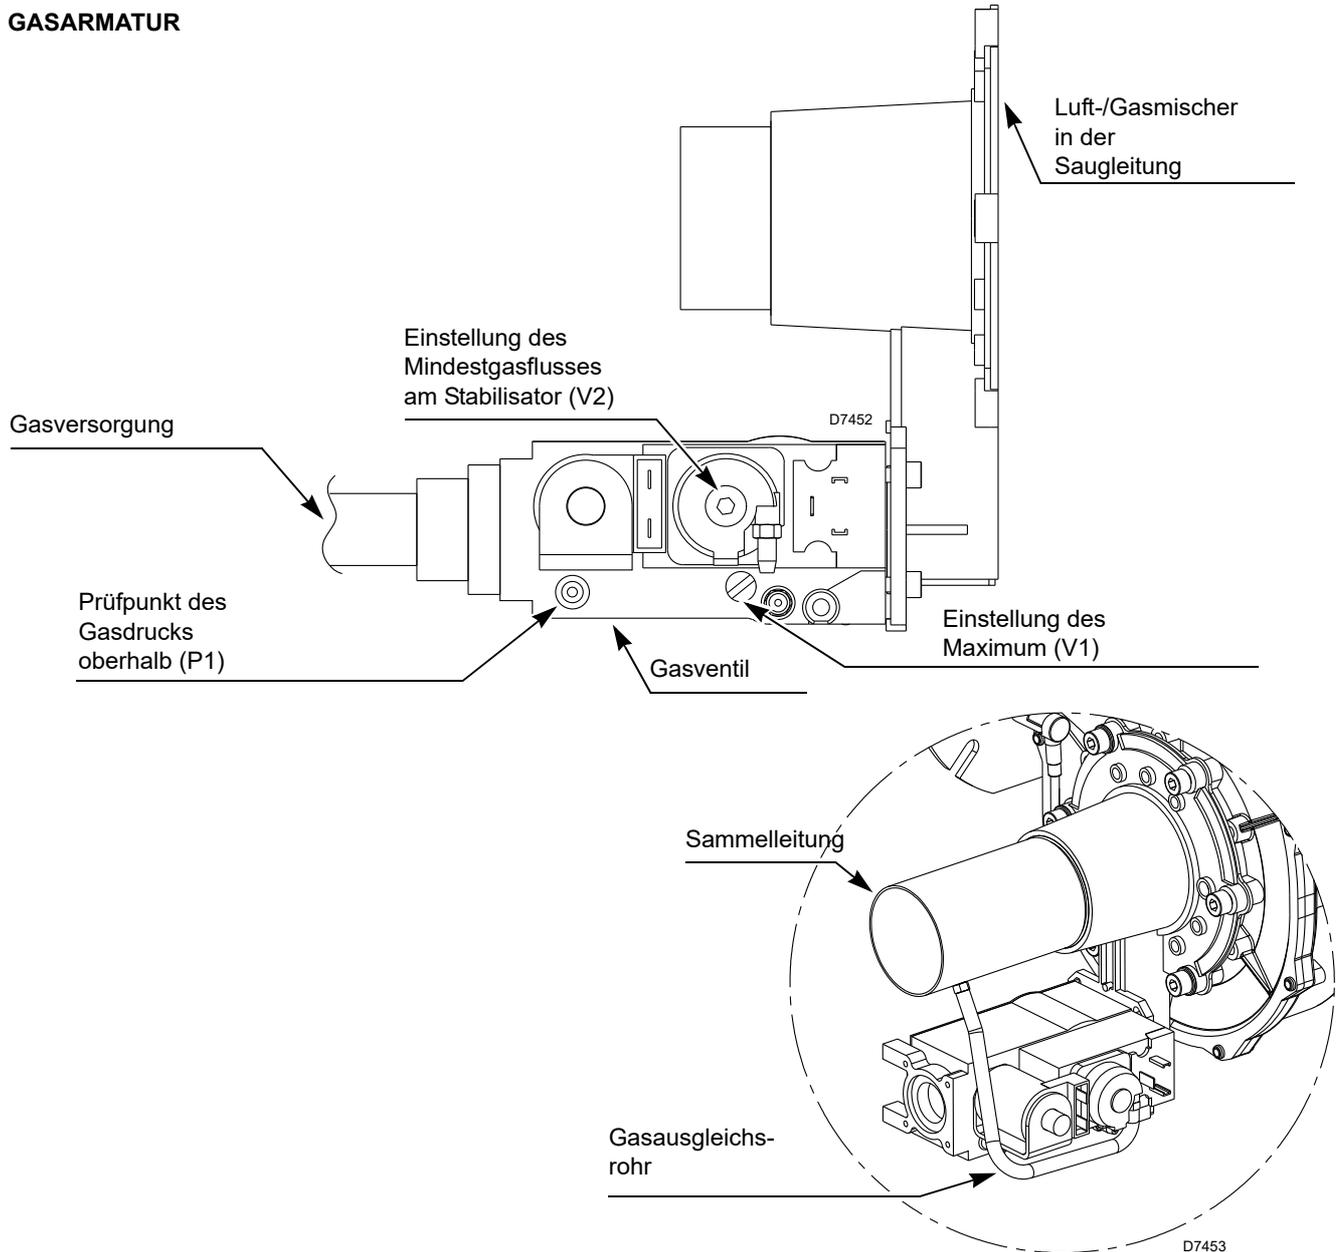

Abb. 16
Luft-/Gasmischer Abb. 16
- ▶ die Luft aus der Gasleitung mittels der Schraube am Anschluss des Gasdruckprüfpunktes (P1) (Abb. 16 auf Seite 22) ablassen;